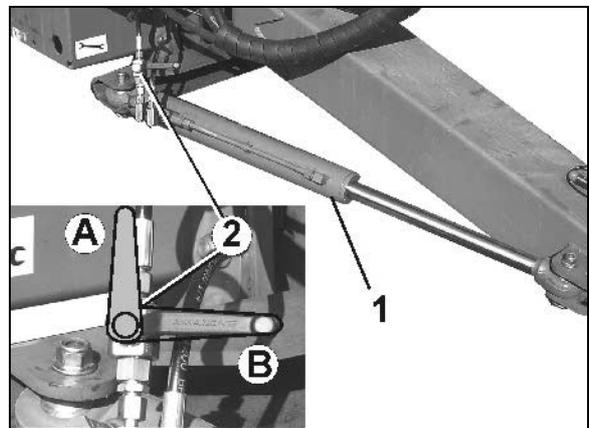

Рис. 23
- Направляющее дышло приведите в нулевое положение (направляющее дышло (Рис. 23/1) соосно машине).
- Направляющее дышло зафиксируйте, закрыв шаровой кран (Рис. 23/2) в положении В.